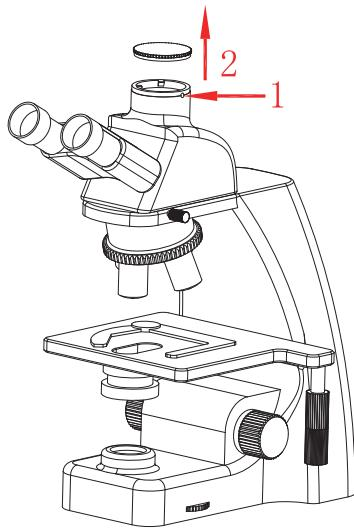

图1
- (1) 取出显微镜燕尾槽 (或标准C接口) 的防尘盖如图1。